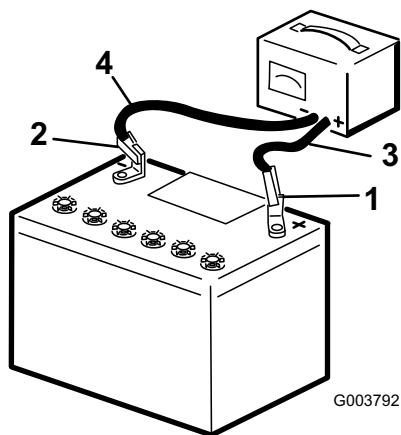

Figura 4
6. Sin colocar los tapones de ventilación, conecte un cargador a la batería (Figura 4) y cárguela a 4 amperios o menos durante 4 horas (12 voltios). No sobrecargue la batería.
7. Cuando la batería esté completamente cargada, desconecte el cargador de la toma de electricidad, luego desconecte los cables del cargador de los bornes de la batería (Figura 4).